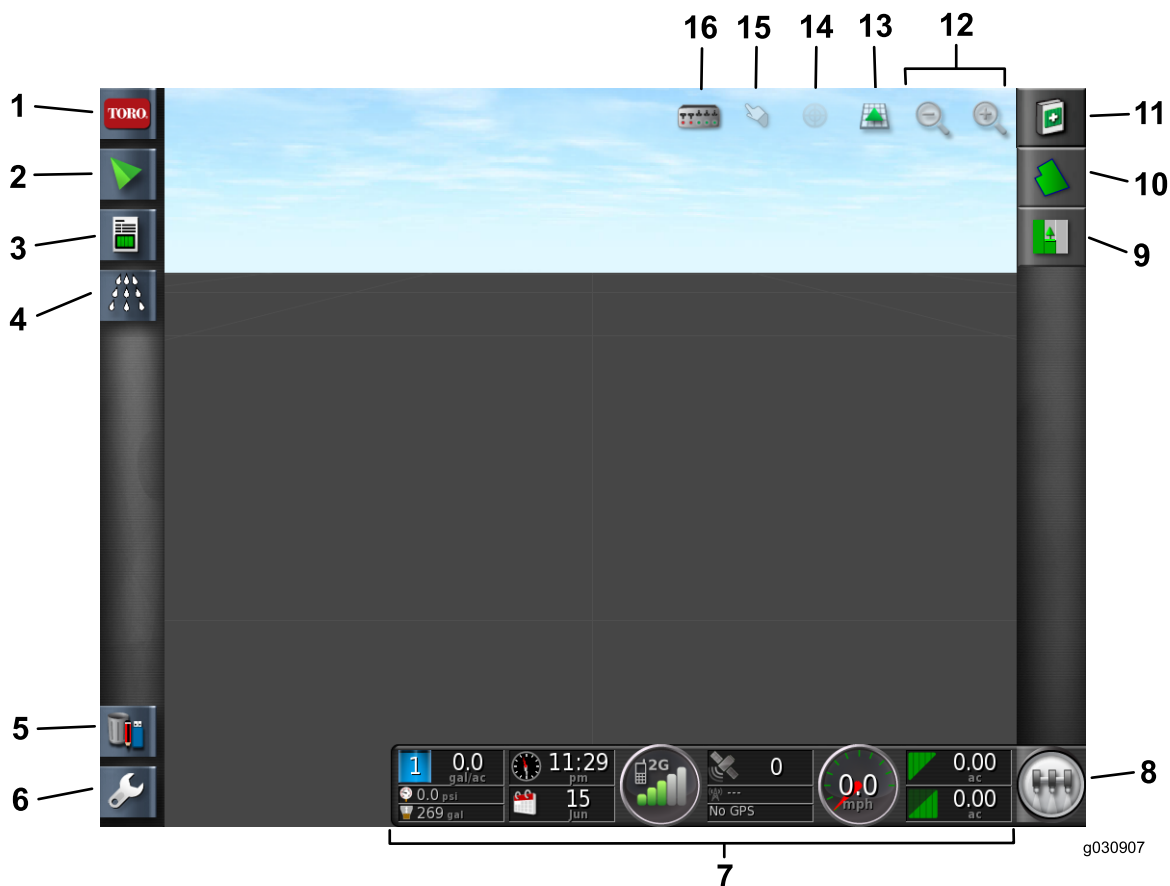

Figura 8
O interruptor principal no visor liga o sistema do pulverizador (Figura 8). Este interruptor não trabalha quando os interruptores de secção ou o interruptor de pé estão desligados.
1. Selecione o ícone de configuração no ecrã principal (Figura 8).
11. Para começar a pulverizar, ligue o ícone do interruptor principal e conduza para a área de pulverização (Figura 8).
10. Para começar a pulverizar, ligue o ícone do pulverizador no ecrã e conduza para a área de pulverização (Figura 8).